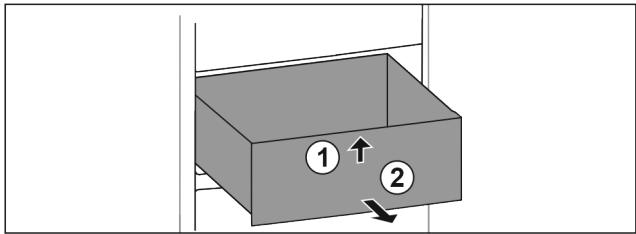

Fig. 133
- ▶ Levante el cajón por delante. Fig. 133 (1)
- ▶ Extraiga el cajón hacia delante. Fig. 133 (2)